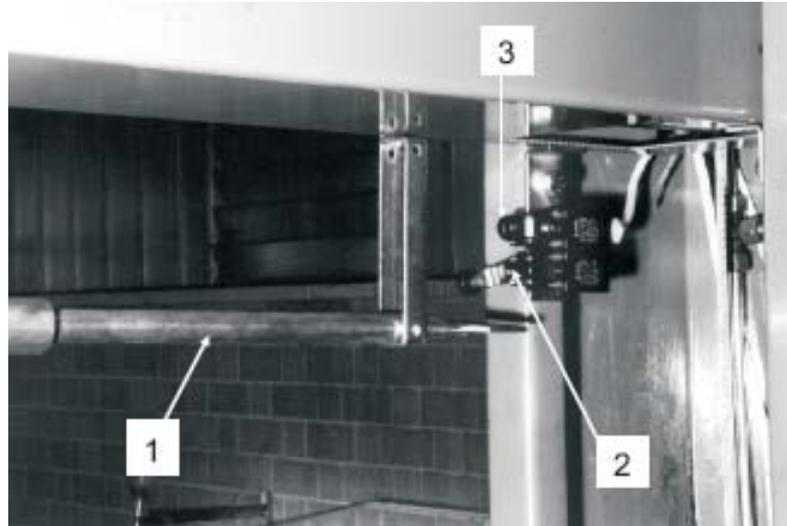

Рисунок 20.
- Если поднимаются автомобили, которые выше 1.5 м, подъем прерывается с помощью ограничителя хода цилиндра (1, Рисунок 20), которые толкается с помощью автомобиля, и таким образом, включается концевой выключатель.
- Если подвижная деталь превышает ее допустимое расстояние хода, на верху стойки управления есть два концевых выключателя (2 и 3, Рисунок 20), которые подключены последовательно и включаются с помощью “выключателя” (1, Рисунок 19) на каретке стойки управления. Если первый концевой выключатель не включился, через 30 (тридцать) секунд после